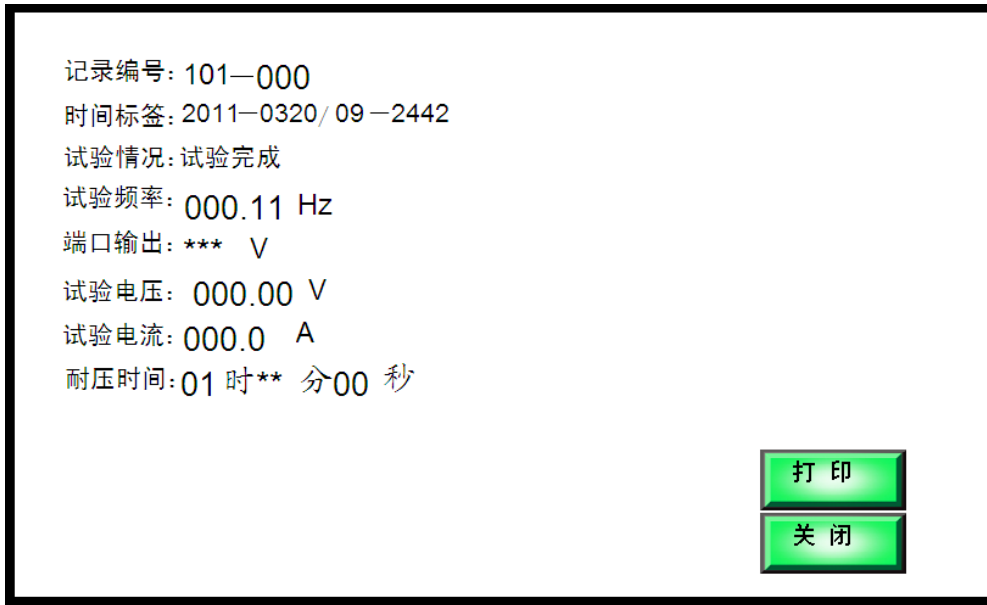

图 6
- (1) 已有记录：告知保存数据的组数。
- (2) 序号：记录保存的序号。
- (3) 数据标识：试验前输入的数据记录标识符。
- (4) 时间标签：试验时的年、月、日、时、分、秒。
- (5) 数据记录数大于 10 时，左边的箭头键可上、下翻页。
- (6) 删除已有记录：相当于内部存储空间的格式化。
- (7) “序号”和“数据标识”之间的箭头，选中后，“打开文件”的上面会出现被选中的记录号，点击“打开文件”，将显示选中记录的数据内容，并可以打印输出。如图 6 所示。